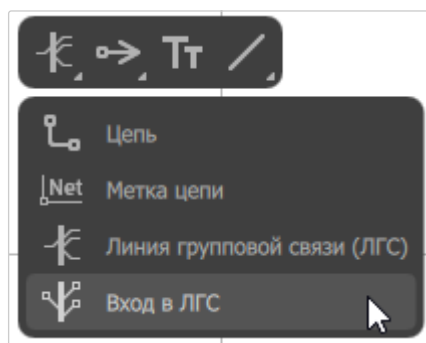

Рисунок 69. Инструмент «Вход в ЛГС» на панели инструментов
- Щелкнуть правой кнопкой мыши по первой кнопке на панели инструментов редактора схем и в раскрывшемся списке выбрать инструмент «Вход в ЛГС» (см. рисунок 69).